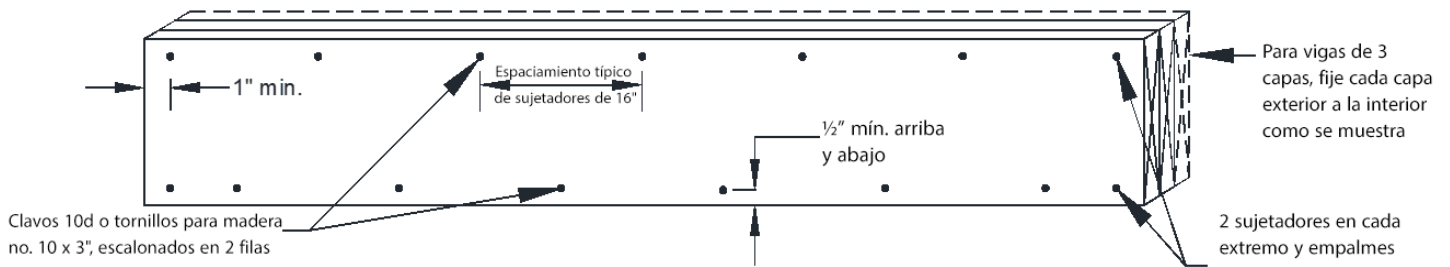

FIGURA 15: FIJACIÓN DE LA CAPA DE LA VIGA
- Las capas de la viga se sujetarán de acuerdo con FIGURA 15.